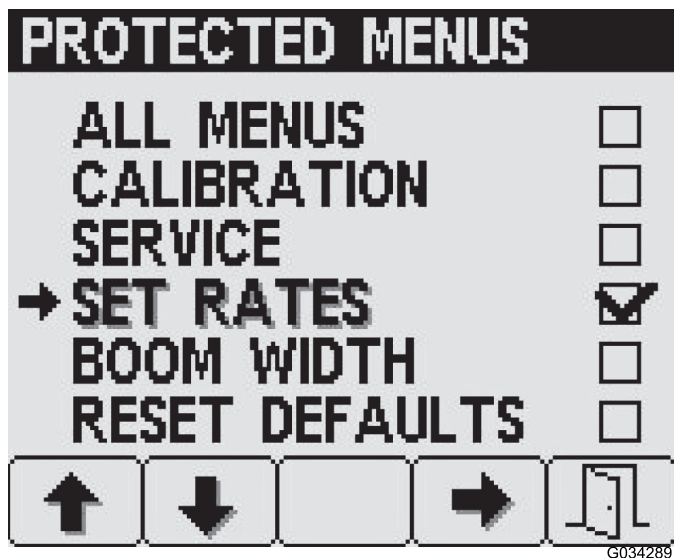

Рисунок 13
3. Для выбора или отмены какой-либо позиции защищенного меню нажмите кнопку 4 (Рисунок 13).